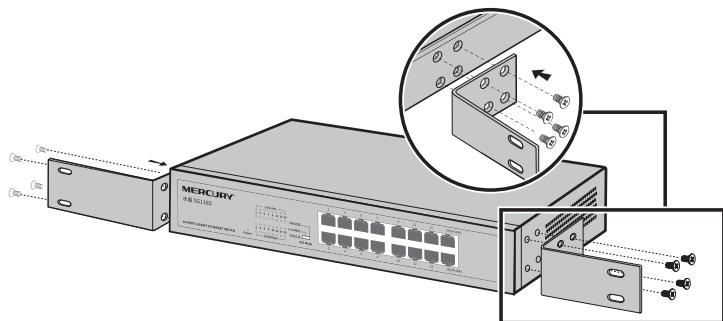

图3-2 交换机L型支架安装示意图
2. 使用配件中提供的螺钉将两个L型支架分别固定安装在交换机面板的两侧，如图3.2所示。